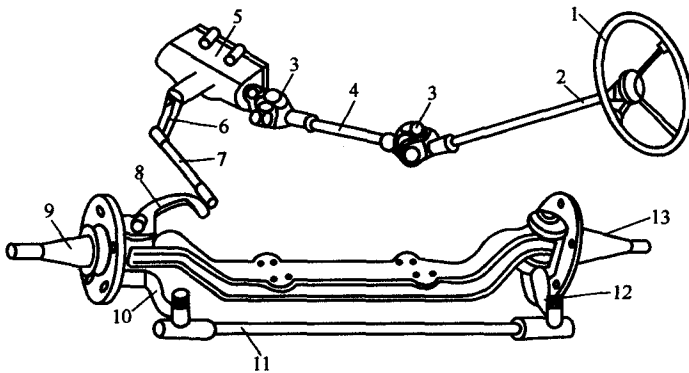
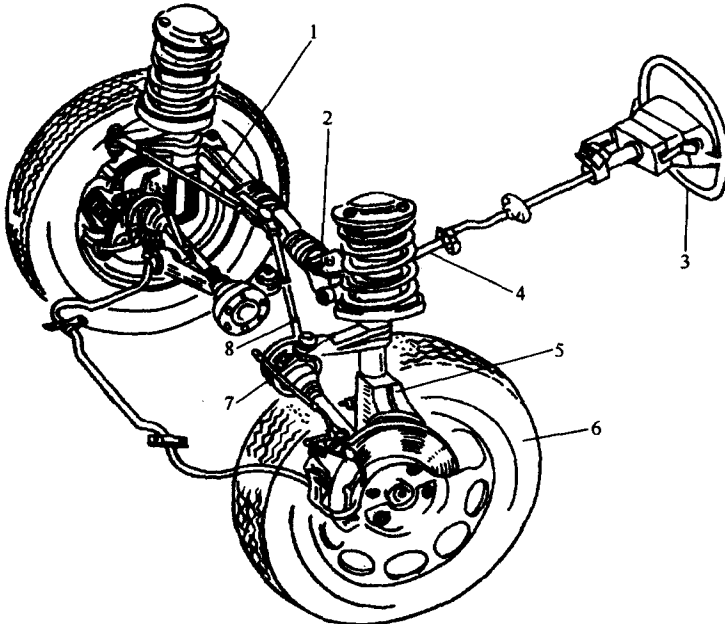

图 1-1 机械转向系统示意
图 1-2 奥迪 100 型轿车机械转向系统
(1) 机械转向系统 机械转向系统以驾驶员的体力作为转向动力源。机械转向系统由转向操纵机构、转向器和转向传动机构三大部分组成，图 1-1 所示为其一般布置情况示意。图 1-2 所示为奥迪 100 型轿车机械转向系统示意，其主要由转向盘、安全转向柱、转向器、左右横拉杆和转向减振器组成。